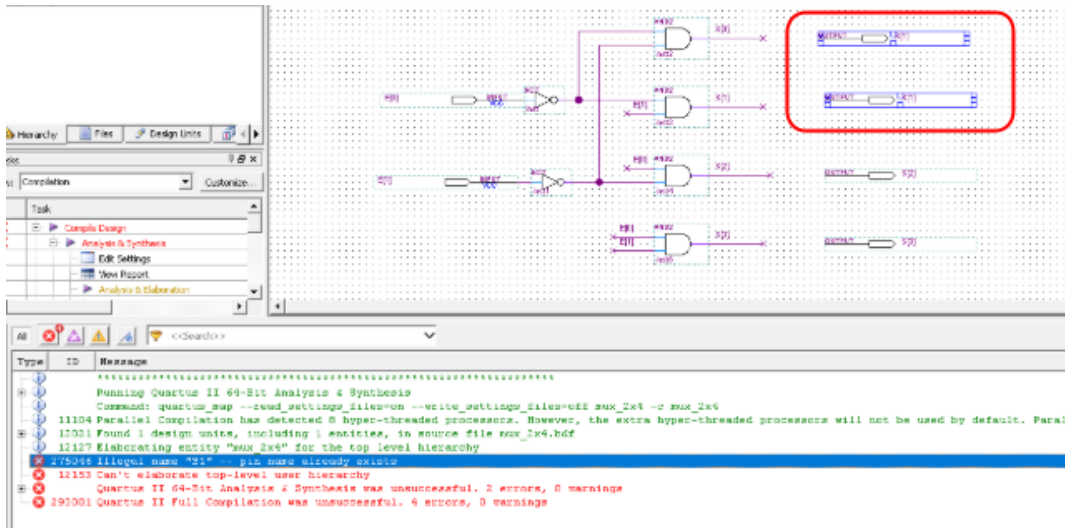

Figura 33: Selecionando primeira mensagem de erro na janela de mensagens
4. Para solucionar o erro, deve-se clicar duas vezes na mensagem de erro que aparece na janela. O ponteiro irá mostrar qual unidade de projeto e qual símbolo (instância) é geradora do problema (Figura 33). No exemplo, a ferramenta mostra 2 pinos de saída que possuem o mesmo nome.